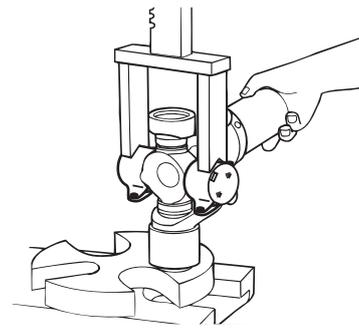

Figura 4.8
3. Girar o eixo em 180 graus. Repita o procedimento para o lado oposto da junta universal. Figura 4.8.